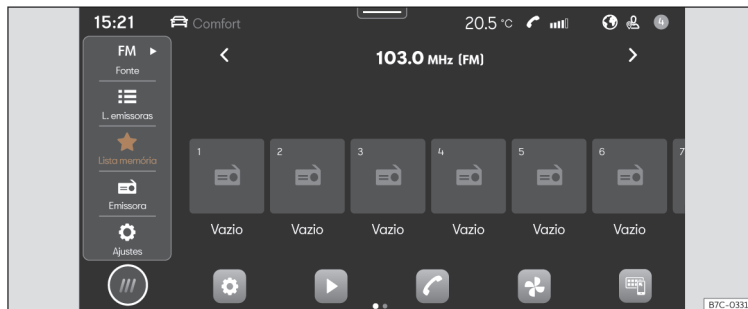

Fig. 153 Esquema: Vista Rádio.
- Pressione **HOME** > >>> **Fig. 153**.